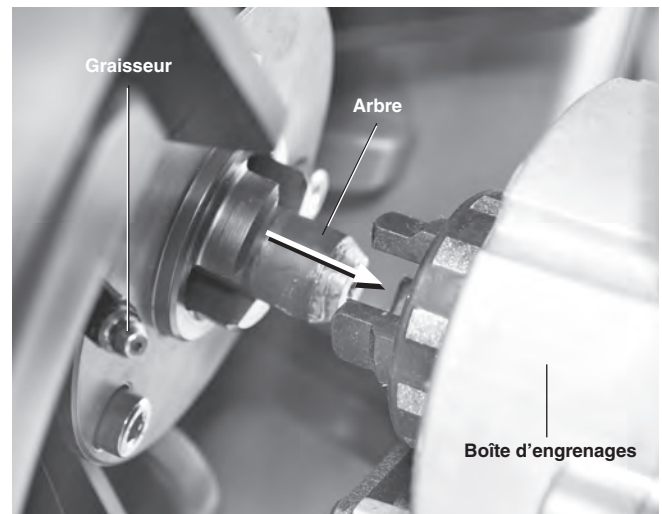

Figure 24 – Changement de tambour (bride de retenue ouverte, glissant en arrière)
4. Prenez le tambour fermement des deux mains, puis séparez-le de la boîte d'engrenages d'environ 1" (25 mm) (Figure 24).
grenages, puis glissez le tambour contre la boîte (Figure 24). En éloignant vos mains des surfaces de contact, penchez le dégorgeoir en arrière sur ses roues, puis tournez le tambour pour l'assoir complètement. Refermez la bride de retenue de tambour. Si le type de câble change également, il sera peut-être nécessaire de réajuster le système AUTOFEED.
Suite au nettoyage de l'appareil, ou bien après 20 heures d'utilisation ou un changement de tambour, utilisez une graisse universelle pour lubrifier les graisseurs situés à la jonction du guide-câble et du tambour (*Figure 7*), au dos du tambour (*Figure 24*) et sur le système AUTOFEED (*Figure 9*).